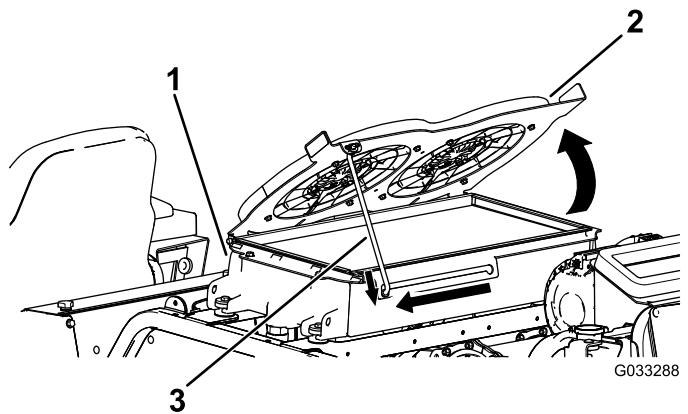

Figura 119
- Gire hacia arriba los ventiladores de refrigeración del sistema hidráulico, y enganche la varilla de sujeción en la muesca (Figura 119).